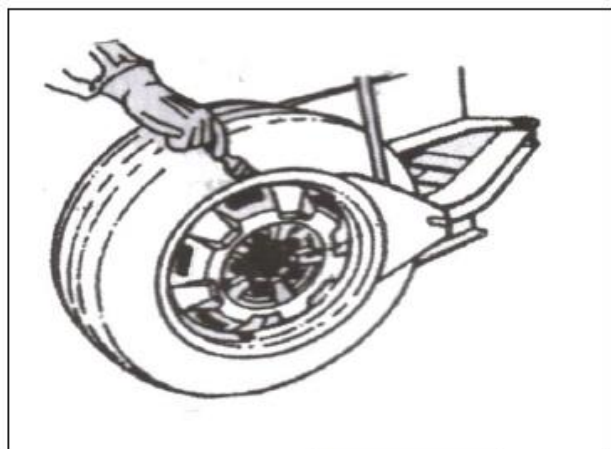

РИС. 18
4.1.2 Поместите шину между ножом разбортовочного устройства и прижимным фиксатором шины (Рис.18). Затем нажмите педаль прессы шины, чтобы отделить диск от шины (Рис.2-10 или 3-10). Повторите ту же операцию с другими частями шины, чтобы полностью отделить шину от диска. Поместите колесо с шиной отделенной от диска на поворотный стол и нажмите педаль зажима (Рис.2-9, 3-9), чтобы зажать диск. В зависимости от диска Вы можете выбрать внешний или внутренний зажим для колеса. Для удобства отделения кромки можно между кромкой и диском кистью нанести смазку или густое жидкое мыло.